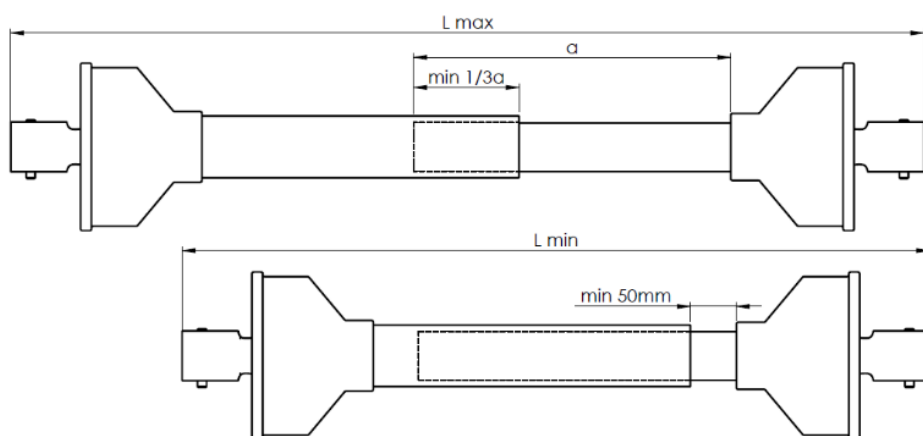

Рисунок 18. Регулировка длины шарнирно-телескопического вала - при присоединении навозоразбрасывателя к трактору
- убедиться, что после соединения шарнирно-телескопический вал, передающий привод от трактора, имеет достаточную длину во всех возможных положениях трактора по отношению к машине (рисунок 18);